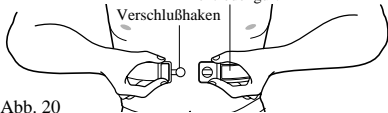
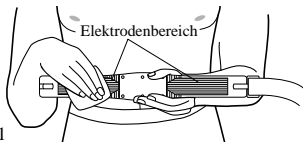

Abb. 20
Abb. 21
- 2) Schließen Sie den Gurt mittels des Verschlußhakens. Die Elektrodenbereiche sollten eng auf Ihrer Haut sitzen (Abb. 20). Wenn Sie sie auf der Unterwäsche anlegen, feuchten Sie die Elektrodenbereiche sorgfältig an (Abb. 21).